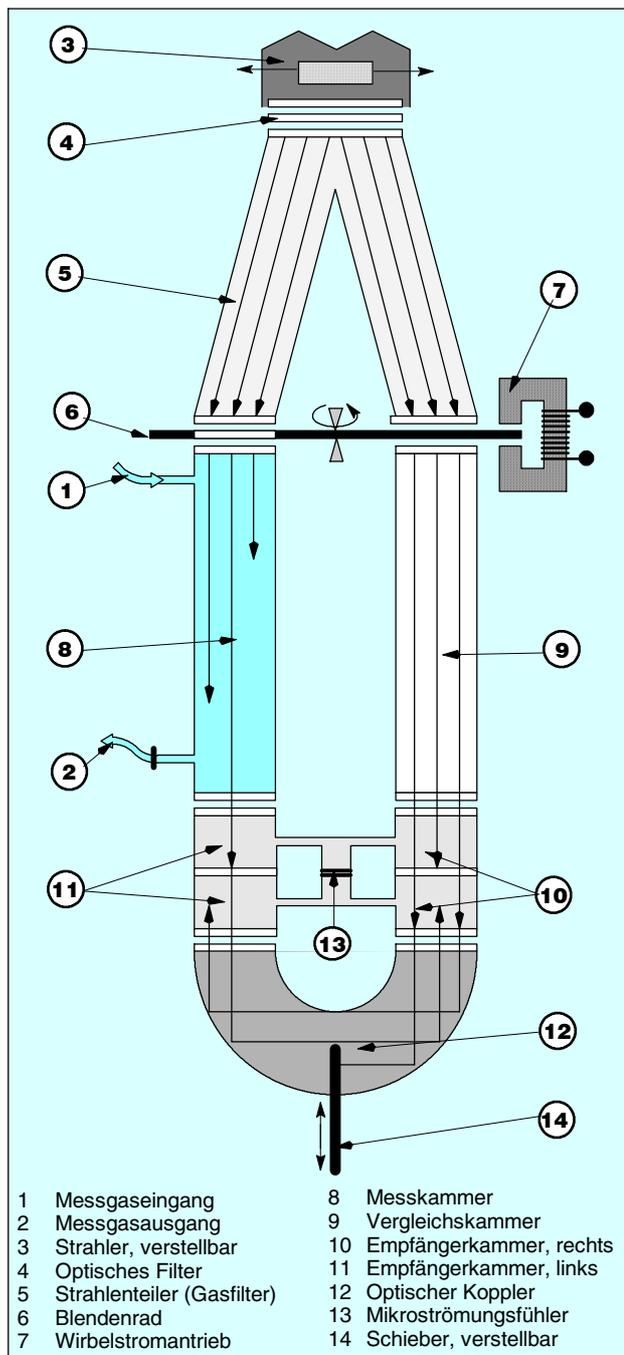

Bild 3.3 Arbeitsweise IR-Kanal
Bild 3.3 zeigt das Messprinzip. Ein auf etwa 700 °C erhitzter und zum Symmetrieren des Systems verschiebbarer Strahler (3) wird im Strahlenteiler (5) in zwei gleiche Strahlenbündel (Mess- und Vergleichsstrahl) geteilt. Der Strahlenteiler wirkt gleichzeitig als Filterkammer.